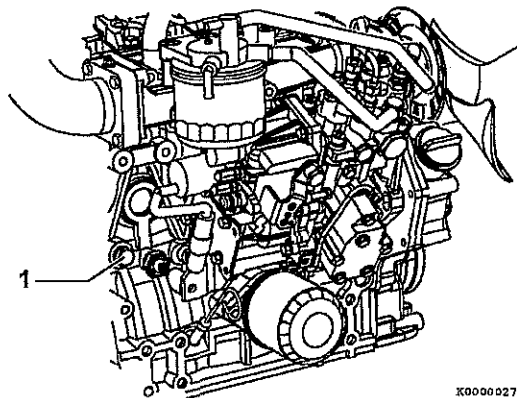

図 23
- 作業機に潤滑油冷却器が装着されていない場合は、エンジンブロックの水抜きプラグ (1, 図 23) を取り外します。